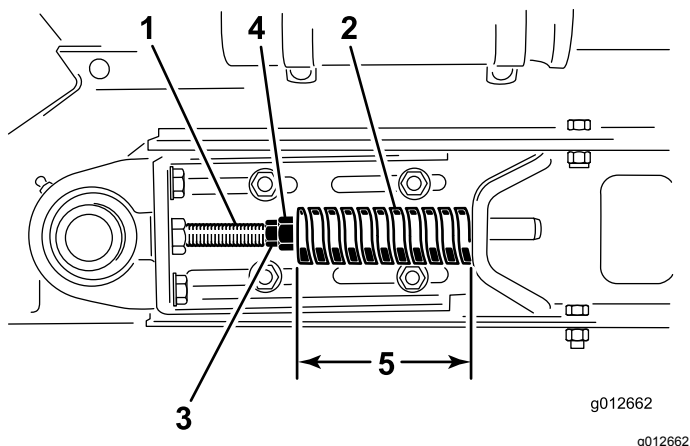

Figura 25
3. Afloje la contratuerca trasera (Figura 25).